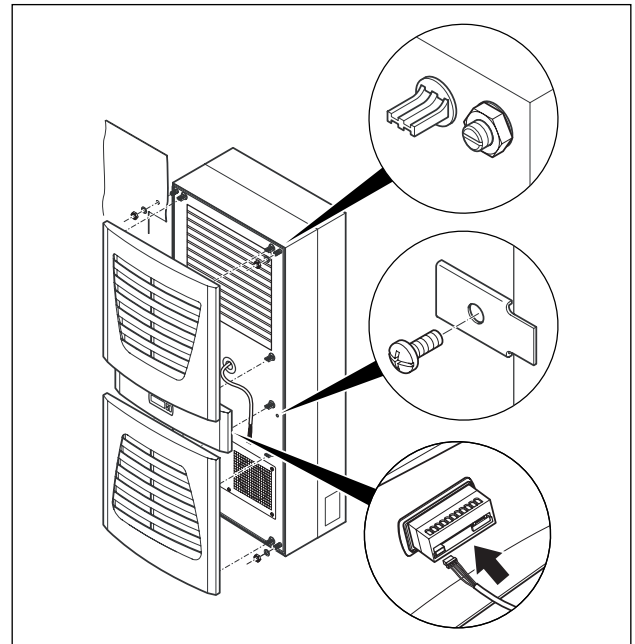

図 17: クーリングユニットの固定
- 必要に応じて図 17 のように、付属の固定用プレートで補強を行ってください。